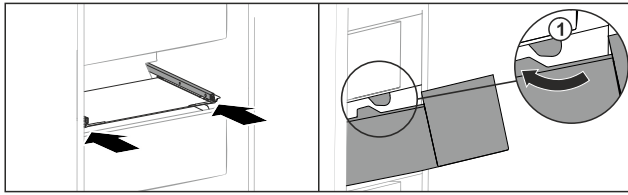

Fig. 198
- ▶ Schubfach um die Stopper Fig. 198 (1) herumführen.